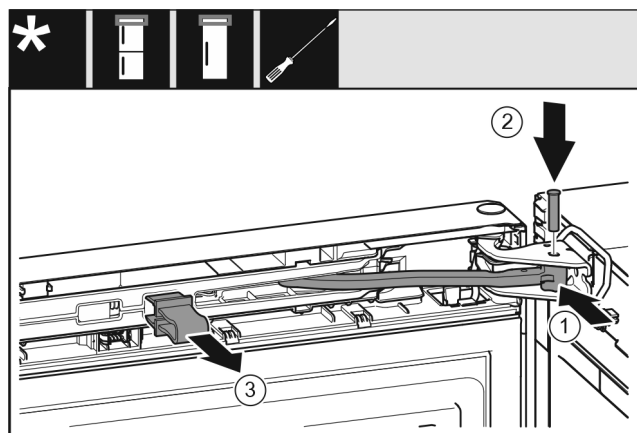

Fig. 70
- ▶ Forgassa a csapágybakba a csuklót Fig. 70 (1).
- ▶ Helyezze be a csapszeget Fig. 70 (2) a csapágybakba és a csuklóba. Közben ügyeljen arra, hogy a reteszelő bütyök megfelelően illeszkedjen a horonyba.
- ▶ Vegye le a biztosítékot Fig. 70 (3).